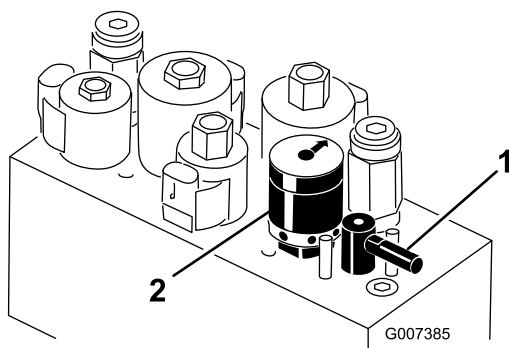

Figura 60
5. Girate la leva di lappatura in posizione "R" (Figura 60).
6. Girate il comando di velocità dei cilindri in posizione 1 Figura 60.